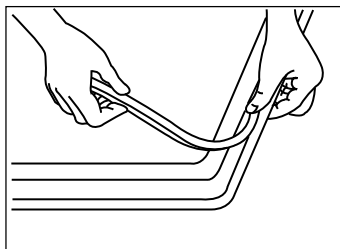
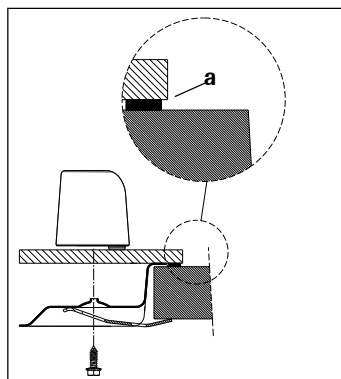

Fig. 10
Fig. 11
- 2) Placez sur le bord inférieur du plan de verre (Fig. 10), le joint spécial fourni comme équipement (Fig. 11 - a), en s'assurant que les bouts joignent bien sans se superposer.
- 3) Insérez la table dans le meuble et fixez la table au meuble à l'aide des pattes de serrage appropriées, fournis dans le sac d'accessoires (Fig. 11).